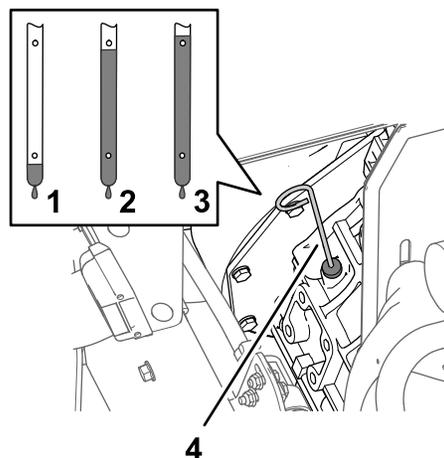

Рисунок 77
- Выньте масломерный щуп и проверьте уровень масла в двигателе (Рисунок 77).
- Медленно долейте дополнительное масло указанного типа, чтобы довести его уровень до метки «Полный» на масломерном щупе (Рисунок 77).